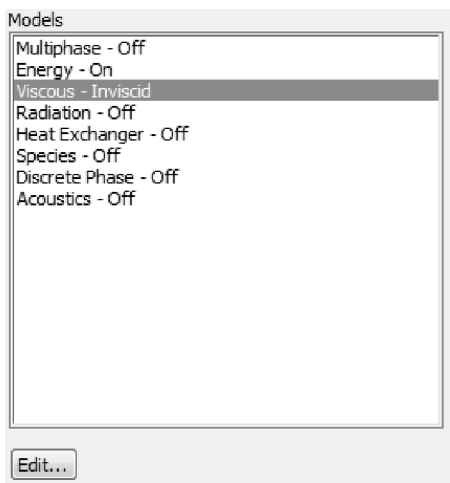

Рис. 3.25
5) Получившаяся окно Models показано на рис. 3.25